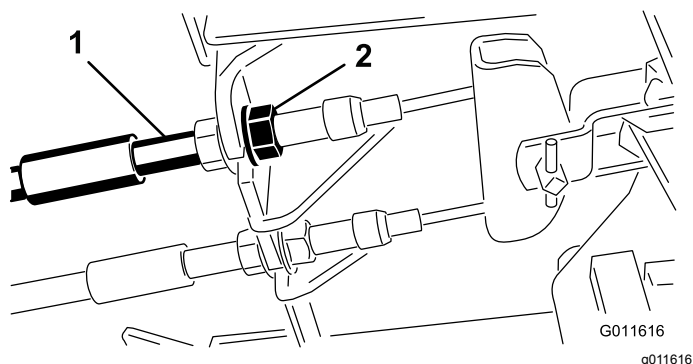

Figure 45
1. Pour réduire la garde aux pédales de frein, serrez les freins en desserrant l'écrou avant sur l'extrémité fileté du câble de frein (Figure 45).